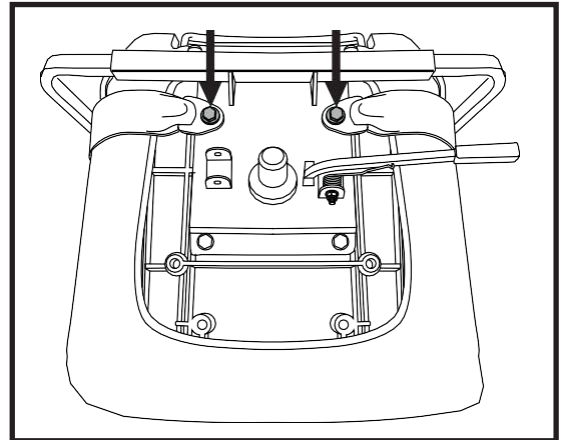

Figura 28. Tornillos del cinturón de posicionamiento
2. Coloque el asiento boca abajo para poder ver la parte de abajo de la base del asiento. Ver Figura 28.